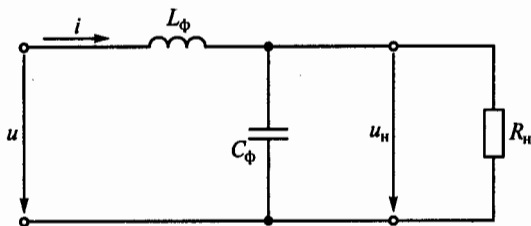

Рис. 118
**3.83.Р.** В цепи на рис. 118 для уменьшения пульсаций напряжения на нагрузке  $R_n$ , подключенной к двухполупериодному выпрямителю, использован Г-образный LC-фильтр. Каковы при этом коэффициенты пульсаций и сглаживания фильтра, если  $L_\phi = 2,6$  Гн,  $C_\phi = 3,2$  мкФ,  $R_n = 10$  кОм, напряжение на выходе выпрямителя